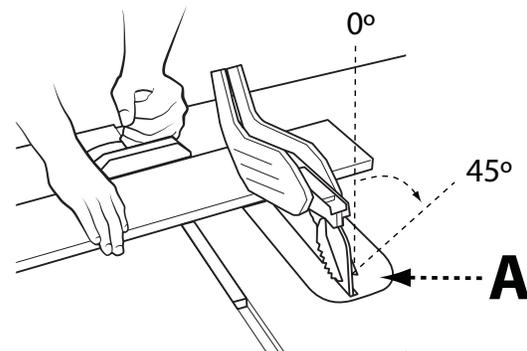

FIGURE 29
La coupe transversale en biseau est identique à la coupe transversale simple, sauf que l'angle de biseau (A) est réglé sur un angle autre que 90° . Lors d'une coupe transversale en biseau, placez le guide à onglets dans la fente droite de sorte que la lame soit inclinée à l'écart du guide et des mains. Voir Figure 29.